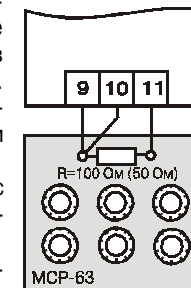

Рис. 1
- 2.1. Подключить ко входу прибора вместо датчика магазин сопротивлений типа МСР-63 или подобный ему с классом точности не хуже 0,05 по трехпроводной линии (рис. 1). Сопротивления проводов в линии должны быть равны друг другу и не превышать величины 15 Ом. Установить на магазине сопротивлений значение 50,00 Ом при использовании датчиков ТСМ50 или ТСП50 или значение 100,00 Ом – при использовании датчиков ТСМ100 или ТСП100.